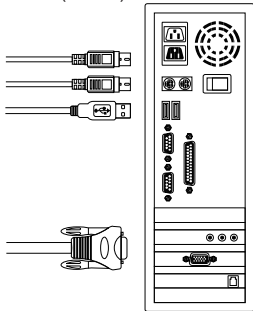

Рис. 6. Передняя панель KVM-440
- A. Подключите коннекторы USB, PS/2 (клавиатура/мышь) и VGA к компьютерам. Рекомендуется подключать компьютеры следующим способом. (Рис. 6)
- B. Используйте набор кабелей, входящий в комплект поставки (См. рисунок 5), для подключения одного или более переключателей KVM Slave к любому порту компьютера на переключателе KVM Master. Подключение одного переключателя KVM к другому осуществляется через порты PS/2 (См. рис. 6 и 7).